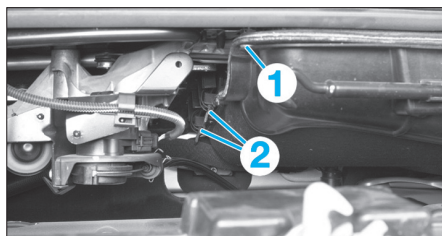

Fig. 1
- De chaque côté déposer la vis quart de tour (1) (Fig.1).
- De chaque côté défaire les 2 crochets (2) et ouvrir le boîtier (Fig.1).